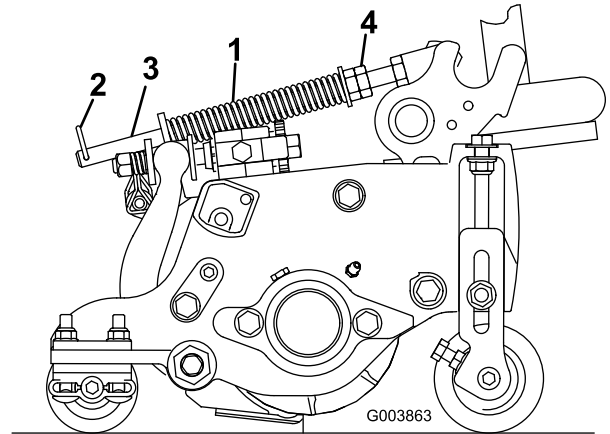

Figura 90
El muelle de compensación del césped transfiere peso desde el rodillo delantero al trasero (Figura 90). Esto ayuda a reducir el patrón de ondulación en el césped.
1. Asegúrese de que el pasador de horquilla está instalado en el taladro del extremo de la varilla del muelle (Figura 90).
2. Apriete las tuercas hexagonales en el extremo delantero de la varilla del muelle hasta que la longitud del muelle comprimido sea de 15,9 cm para las unidades de corte de 18 cm (Figura 90).